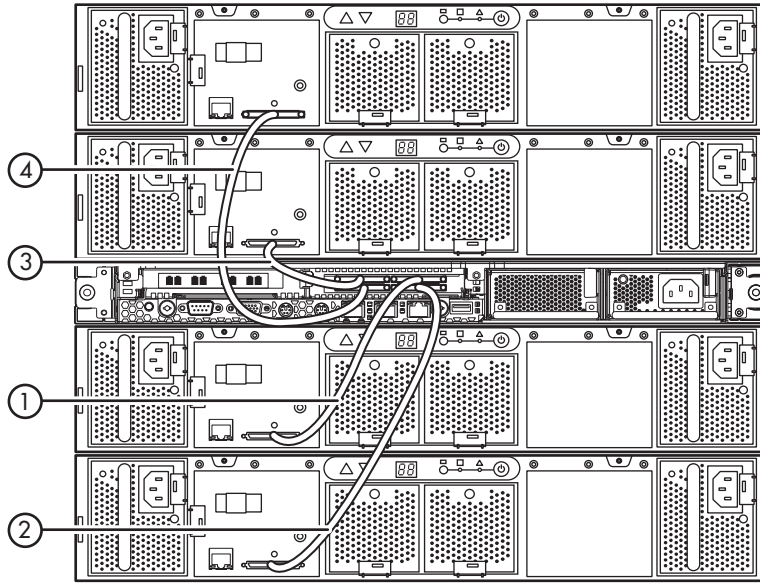

図 22. 各ディスクアレイのVHDCIコネクタの、ノードのVHDCIコネクタへの正しいつなぎ方
3. 各ディスク アレイのVHDCIコネクタを、ノードのVHDCIコネクタにつなぎます (図 22)。